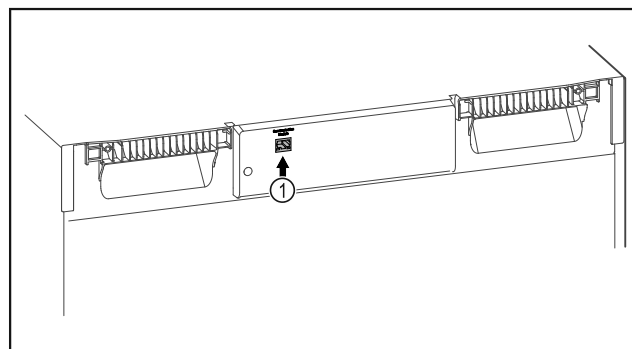

Fig. 108
- SmartModule Fig. 108 (1) este instalat.